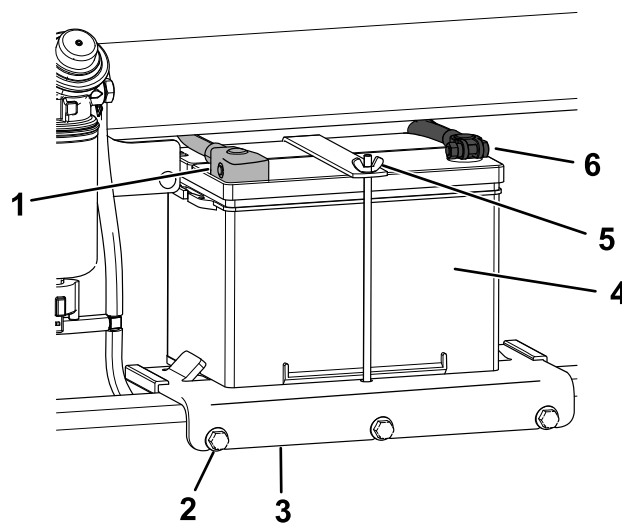

Figura 63
4. Desconecte el cable negativo de tierra (negro) del borne de la batería (Figura 63). Guarde las fijaciones.
- Desconecte el cable positivo (rojo) del borne de la batería (Figura 63). Guarde las fijaciones.
- Afloje los 3 pernos que sujetan la bandeja de la batería y retire la bandeja con la batería (Figura 63).
- Coloque la batería en la bandeja de la batería y sujétela con la tuerca de orejeta y la varilla (Figura 63).
- Instale la bandeja de la batería en la máquina y sujétela con los 3 pernos (Figura 63). Apriete los pernos a 41 N·m (30 pies-libra).
- Usando las fijaciones que retiró anteriormente, conecte el cable positivo (rojo) al borne positivo (+) de la batería (Figura 63).
- Usando las fijaciones que retiró anteriormente, conecte el cable negativo (negro) al borne negativo (-) de la batería (Figura 63).